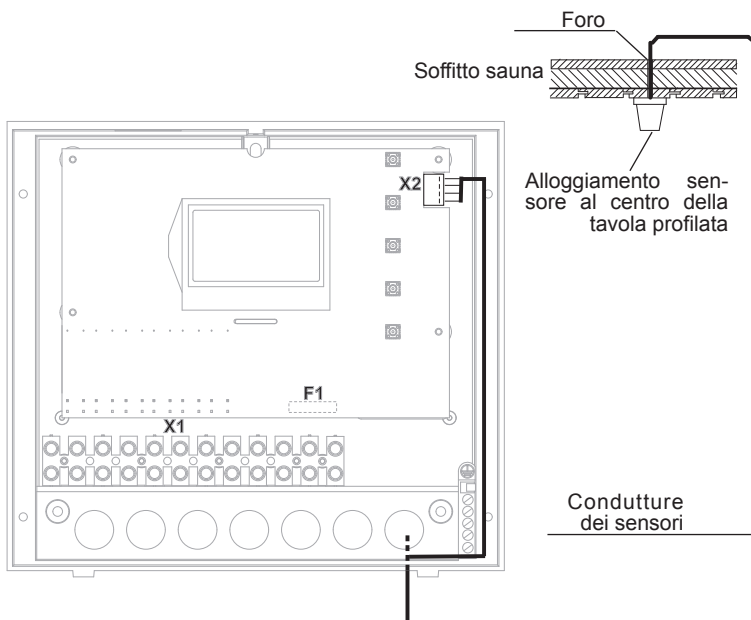
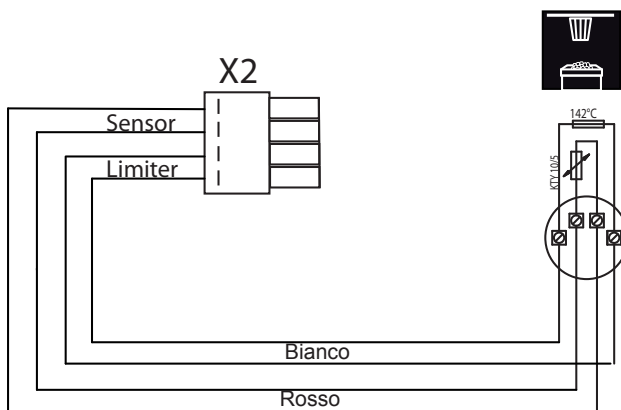

Fig. 11
Fig. 12
5. Passare le condutture dei sensori fino al comando ed inserirle nell'apparecchio attraverso l'apposito passaggio a destra. Posare le condutture per i sensori all'interno del comando come indicato nella fig. 11. Collegare le condutture dei sensori come indicato nella fig. 12. A questo scopo estrarre la spina **X2** dalla scheda e reinserirla dopo il collegamento.